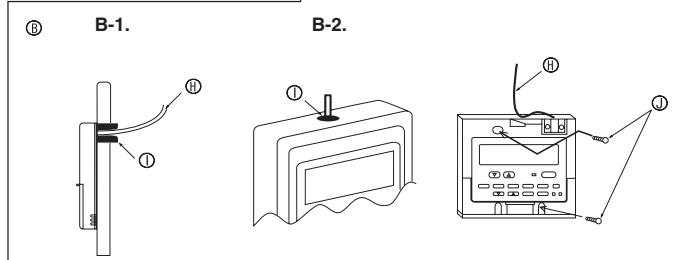

Fig. 6-3
- (2) Замажьте сервисный вход в пульт дистанционного управления замазкой для предотвращения попадания капель росы, воды, а также тараканов или червей. (Fig. 6-3)
[Fig.6-3]